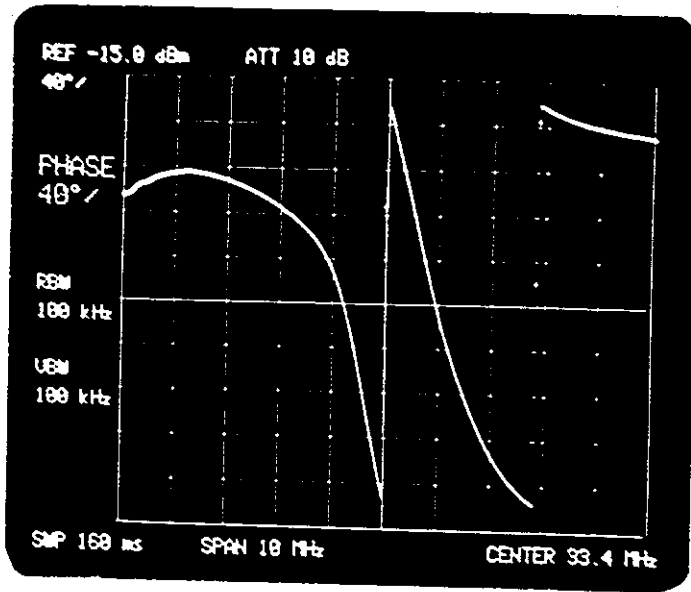

図 7-6 フィルタの位相特性
- ⑧ フィルタを接続しますと、フィルタの位相特性が観測できます。(図7-6)
- ⑩ グループ・ディレイの分解能を上げるためには、〔図 7-6〕の位相の分解能を上げる必要があります。